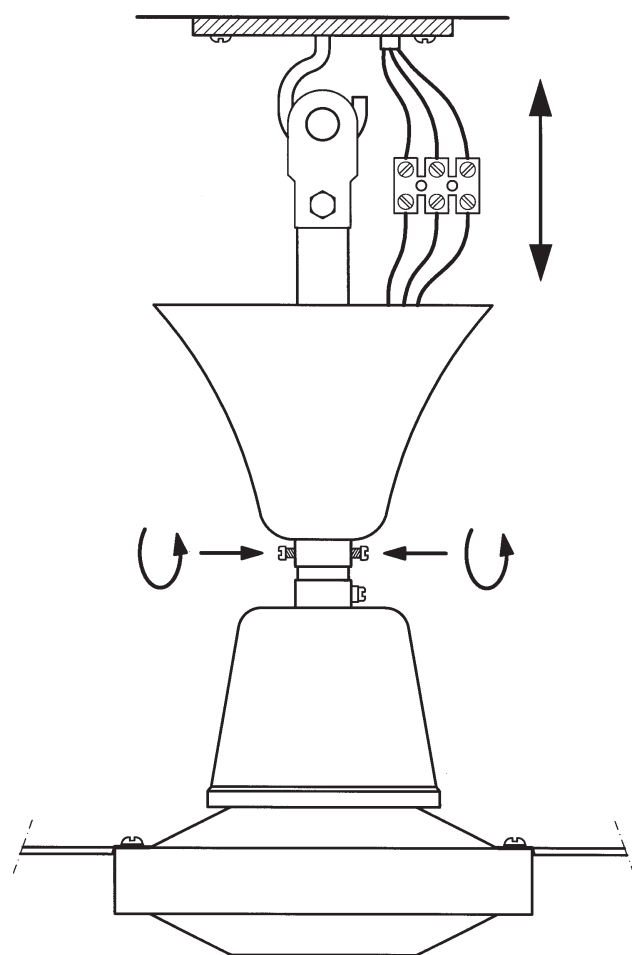

Fig 7
3.- Destornille los dos tornillos situados en la base de la copa decorativa y podrá acceder más fácilmente al punto de anclaje y a la regleta de conexión. Cuelgue el conjunto motor mas soporte **(B)** en el gancho de la plancha de colgar **(A)** (previamente fijada en el techo). **(Fig.7)**